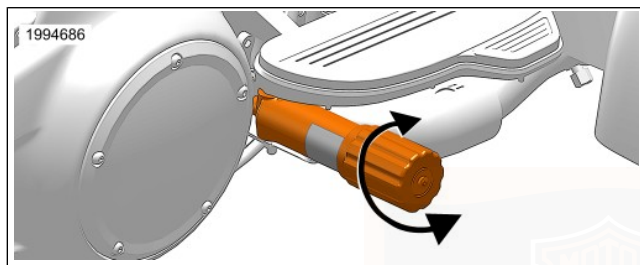

Abbildung 17. Einsteller für Hinterradfederung
1. Siehe Abbildung 17. Einstellknopf zum Erhöhen der Vorspannungseinstellung im Uhrzeigersinn drehen oder zum Verringern der Vorspannungseinstellung gegen den Uhrzeigersinn drehen, bis die Anzeige die korrekte Vorspannungseinstellung anzeigt.